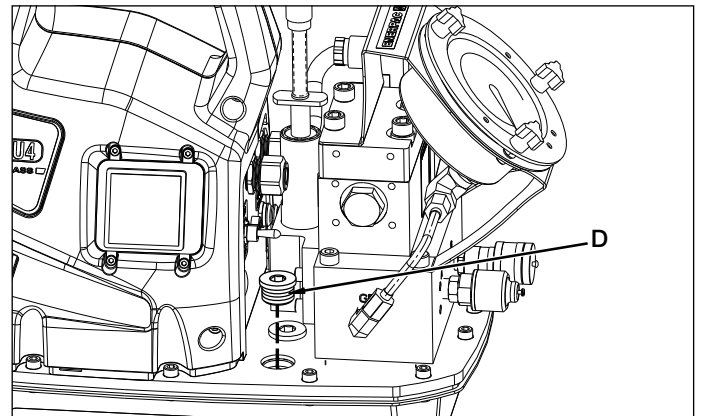
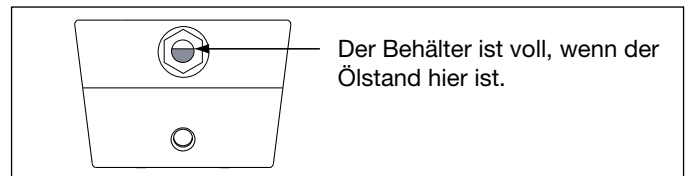

Abb. 3, Öleinfüllstopfen
Abb. 5, Sichtglas
In Abb. 3 finden Sie die Abmessungen für die Befestigung der Pumpe auf einer festen Fläche.
Überprüfen Sie den Ölstand der Pumpe vor dem Start. Geben Sie nötigenfalls Öl hinzu, indem Sie den Stopfen SAE Nr. 10 von der Abdeckplatte entfernen (siehe Abb. 3). Der Behälter ist voll, wenn der Ölstand dem in Abb. 5 entspricht.
2. (-Q) Pumpentyp für Enerpac S und W Drehmomentschlüssel und andere Marken: Verwenden Sie Schläuche, die mit „Enerpac THQ-700 series - 700 bar/10,000 psi max.“ gekennzeichnet sind. Für den ordnungsgemäßen Steckschlüsseinsatz müssen Kupplungen wie in Abb. 5 polarisiert sein. Stellen Sie vor Inbetriebnahme sicher, dass die Kupplungen vollständig eingerastet und angezogen sind. Teilweises Einrasten der Kupplungen verhindert ordnungsgemäßen Steckschlüsseinsatz.
Überprüfen Sie den Ölstand der Pumpe vor dem Starten und fügen Sie nötigenfalls Öl hinzu, nachdem Sie den Einfüllöffnungstopfen entfernt haben. Siehe Abb. 3 und 5. Achten Sie immer darauf, dass der Drehmomentschlüssel vollständig zurückgezogen sind, bevor Sie Öl im Behälter hinzufügen.